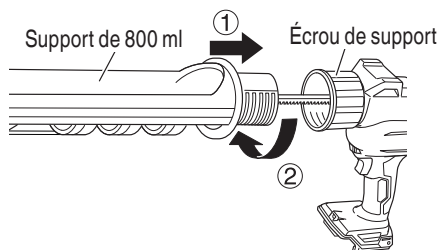

Fig. 16
- (2) Fixez la poignée de crémaillère à la crémaillère à l'aide de la vis.
- (3) Fixez le support de 800 ml en l'insérant dans l'écrou du support et en le tournant dans le sens de la flèche jusqu'à ce qu'il fasse contact. (Fig. 16)